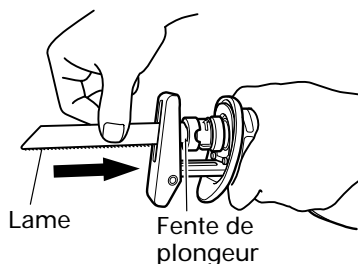
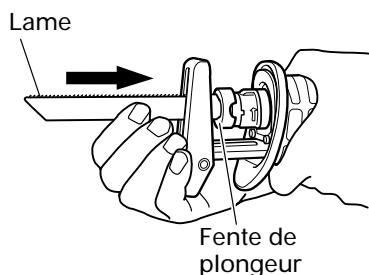

Fig. 7
Fig. 8
- (3) Insérer la lame à fond dans la petite fente, à l'extrémité du plongeur. Il est possible d'orienter la lame vers le haut ou vers le bas. (Fig. 7, Fig. 8)